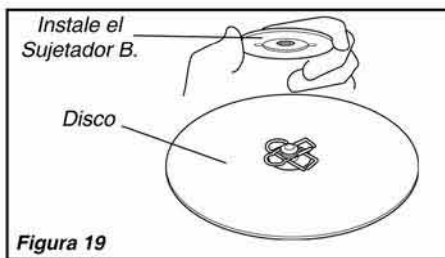

Figura 19
6. Instale el sujetador B en el eje de la caja de cambios. Consulte la figura 19.